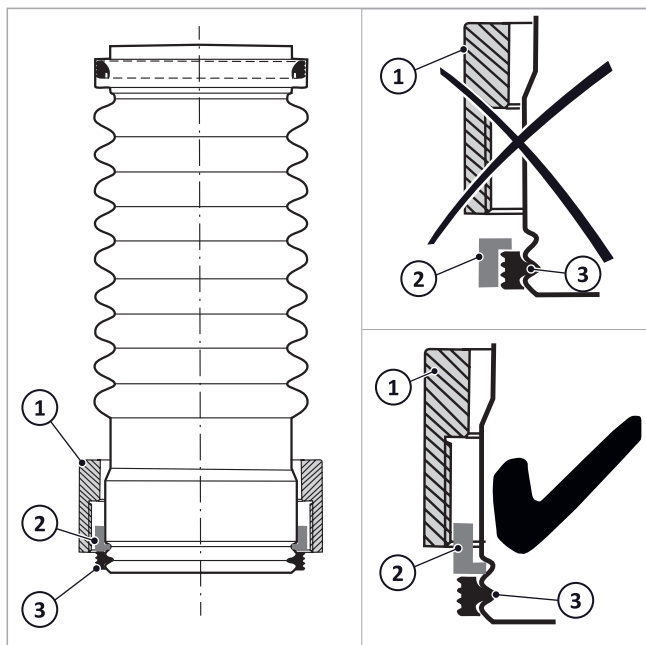

Fig. 61: raccordo a vite inserito
3. Secondo → fig. 61 spingere il dado di sicurezza (1), l'anello elastico (2) e la guarnizione (3) lungo l'estremità inferiore del raccordo per lo scarico dei fumi.